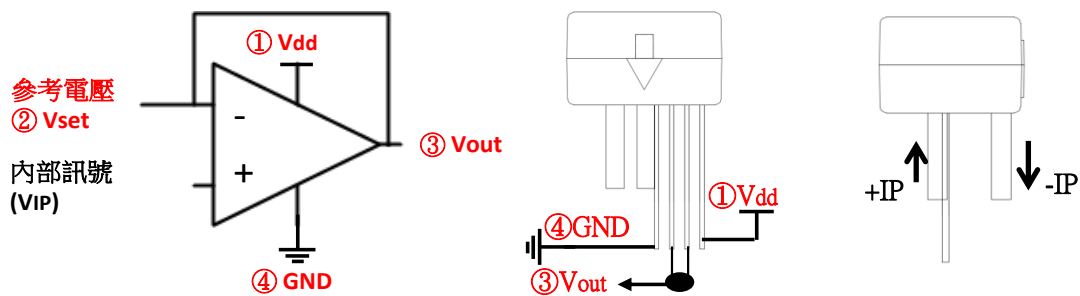

Fig. 1
2. 量測過電流值: V_{set} 與 V_{out} 短路, 如圖 Fig. 1, V_{out} 無需接任何負載, 將欲設定 IP 過電流通過電流感測元件, 使用電錶 DC 檔位量測輸出電壓 V_{out} , 並記錄此電壓。
1.1 量測零電流電壓 V_{0A} : V_{set} 與 V_{out} 短路, 如圖 Fig. 1, V_{out} 無需接任何負載, 直接使用電錶 DC 檔位量測輸出電壓 V_{out} 。